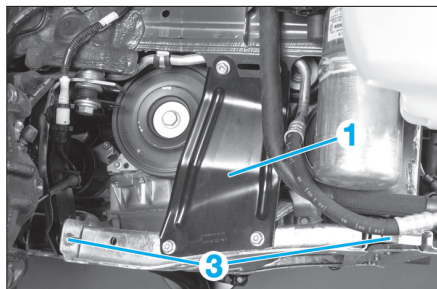

FIG. 3
- les renforts latéraux (1) de la traverse inférieure (Fig.3).
- les fixations de la traverse inférieure avant, de chaque côté (3) (Fig.3).